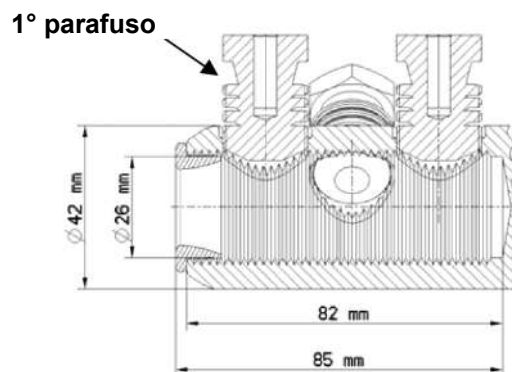

Figura 2
- 5 - Inicie o aperto do parafuso no sentido CABO → TERMINAL, conforme Figura 2;